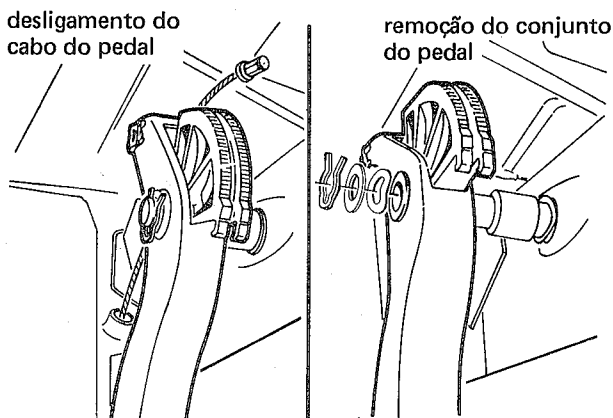

fig. 40
2. Puxar o cabo da embreagem para o lado do painel de fogo, e remover a trava e bucha; desligar o cabo da alavanca (fig. 17) e do pedal (fig. 40)
3. Retirar o anel-trava do eixo do pedal, e remover o conjunto completo do pedal, juntamente com as arruelas e espaçadores (fig. 40)
4. Ligar o cabo da embreagem ao pedal (fig. 40)